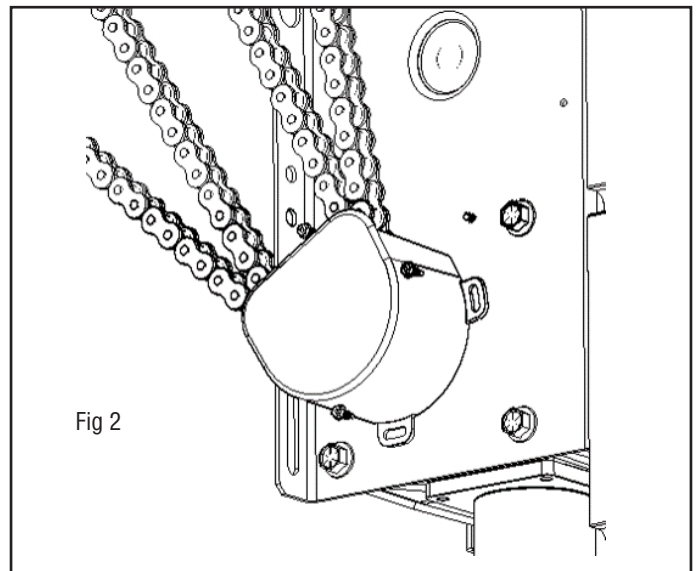

Fig 2
5. Use the self-drilling screws to secure the Chain Guard to the operator chassis through the mounting slots. (See Fig 2.)
5. Utilisez les vis autoperceuses pour fixer le protège-chaîne au châssis de l'opérateur à travers les fentes de montage. (Voir Fig. 2.)